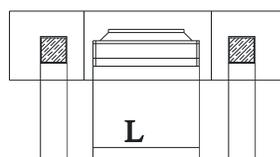

图 2-2-11
**STEP 06** 使用绘制直线命令 LINE 引出电视机及音箱的边线,并在下边任意绘制一条直线即 L,如图 2-2-11 所示。